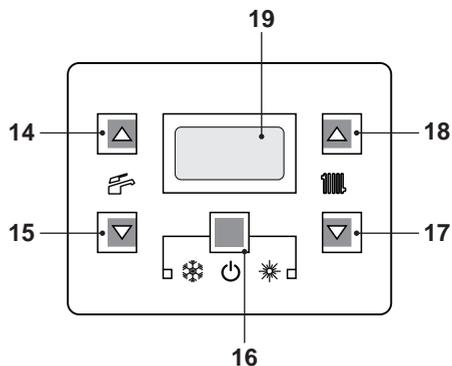

Figura 2.3
• Tenere premuto per 2 secondi il tasto 16 fino a far apparire sul display entrambe i simboli  e , Figura 2.3.